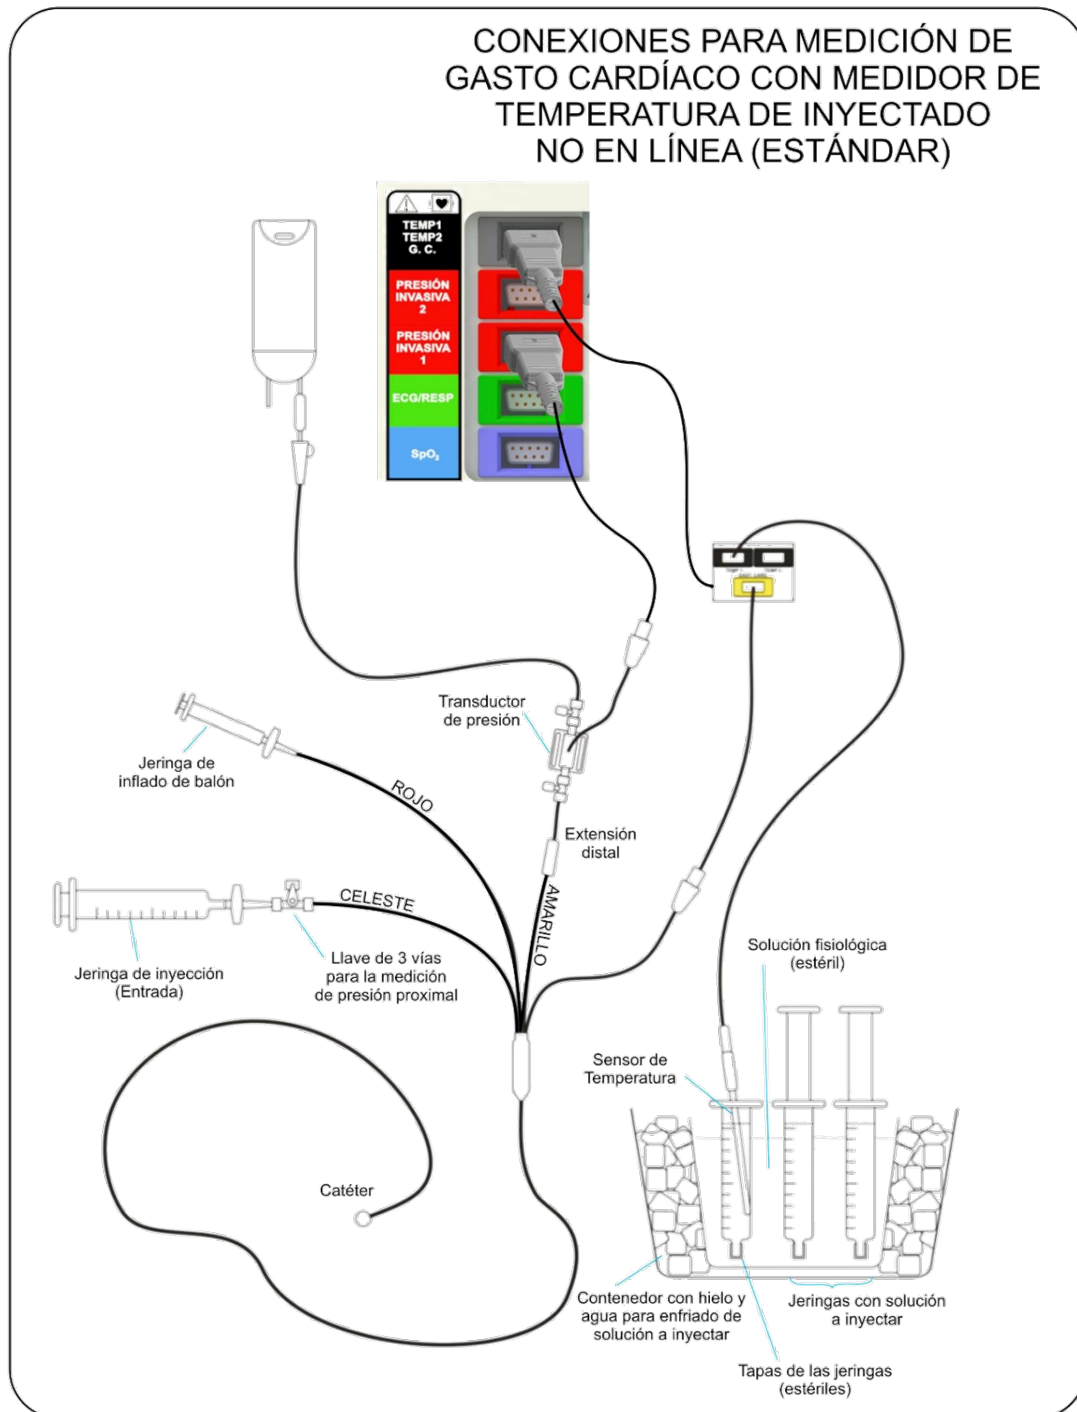

Figura 13-1 - Conexonado "No en línea (estándar)"
- No en línea (estándar), figura 13.1.